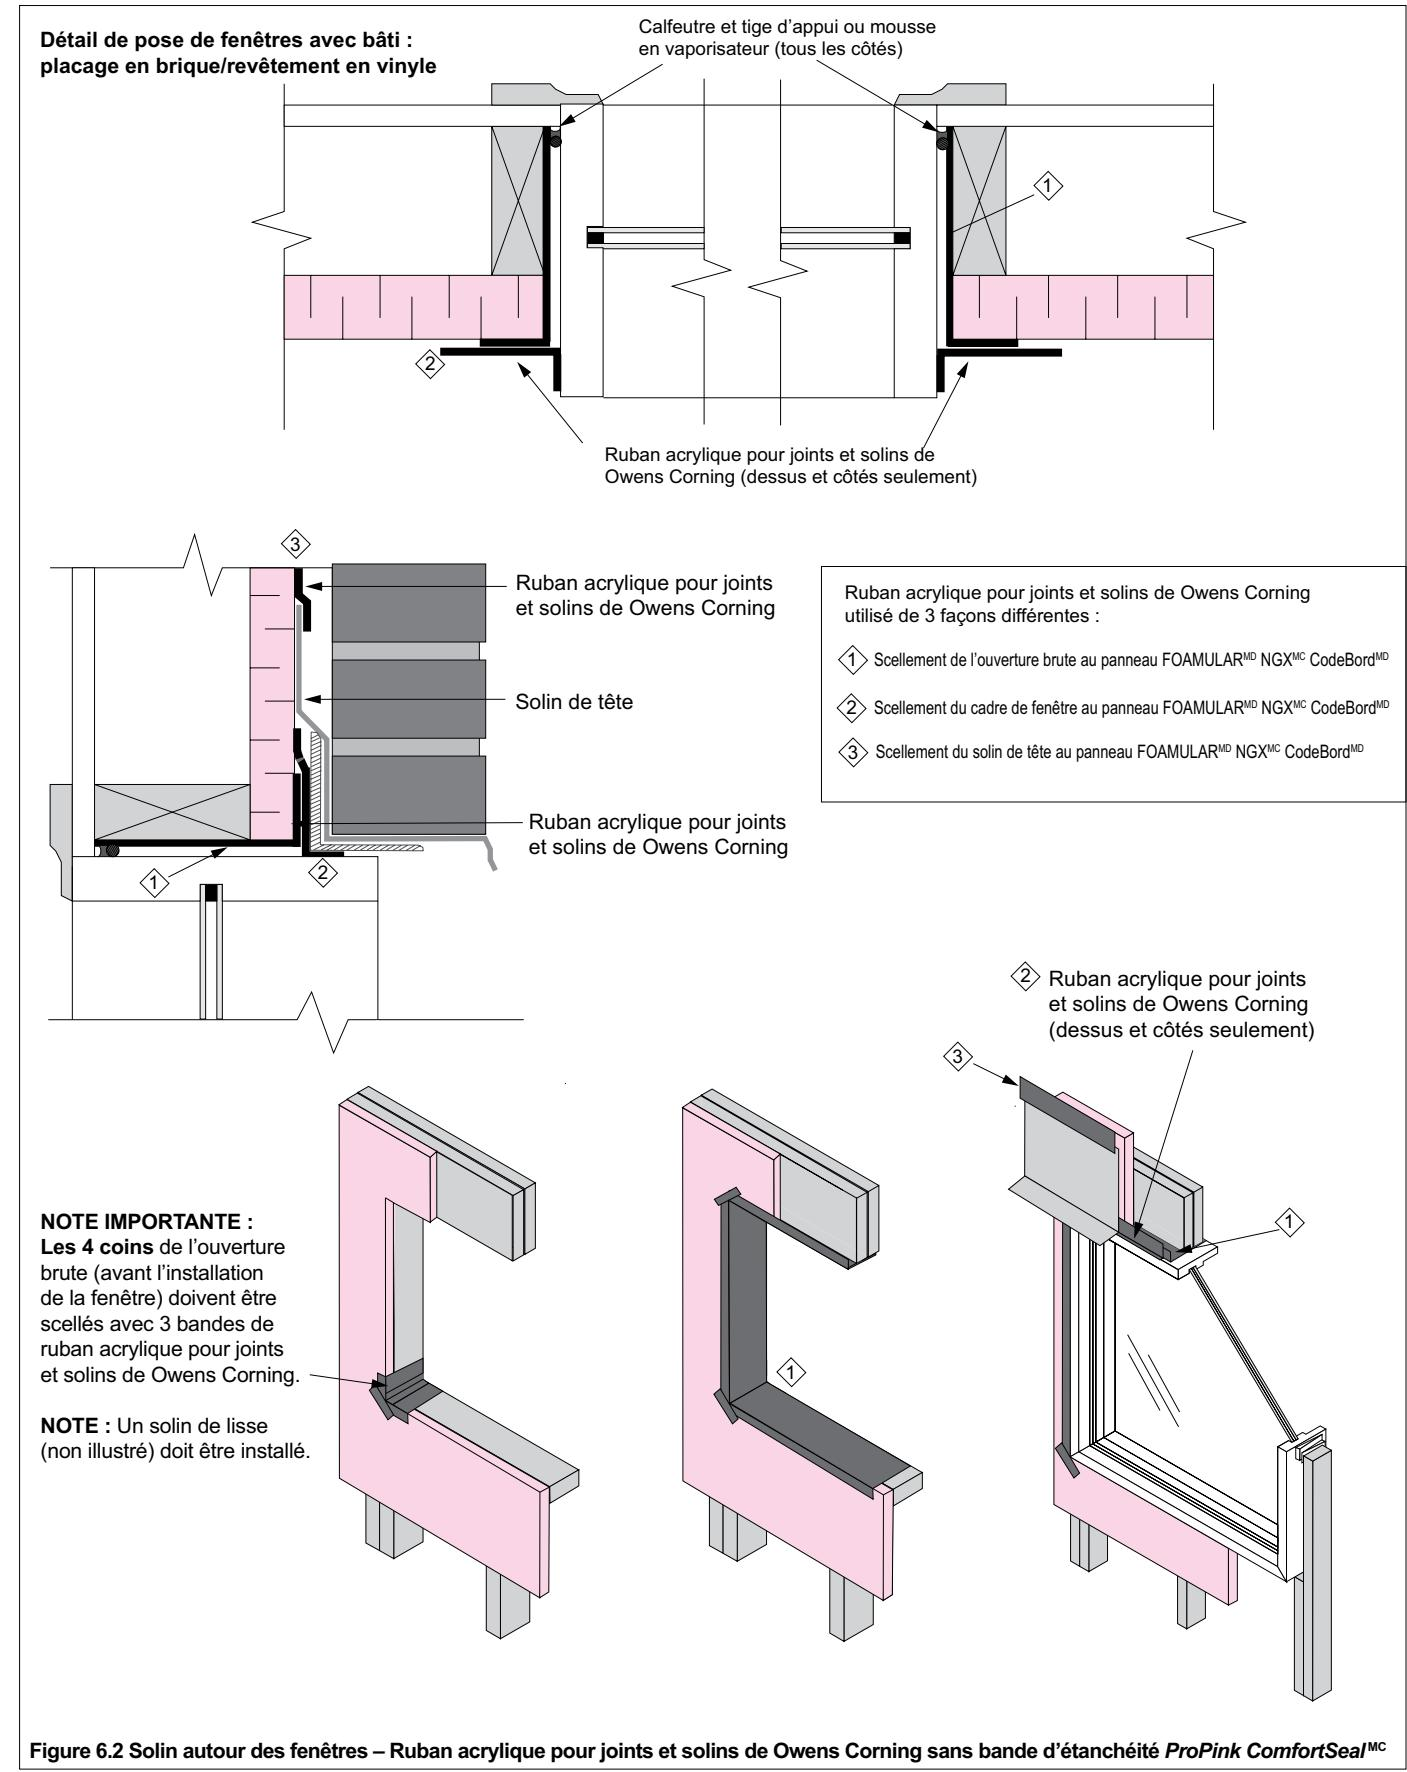
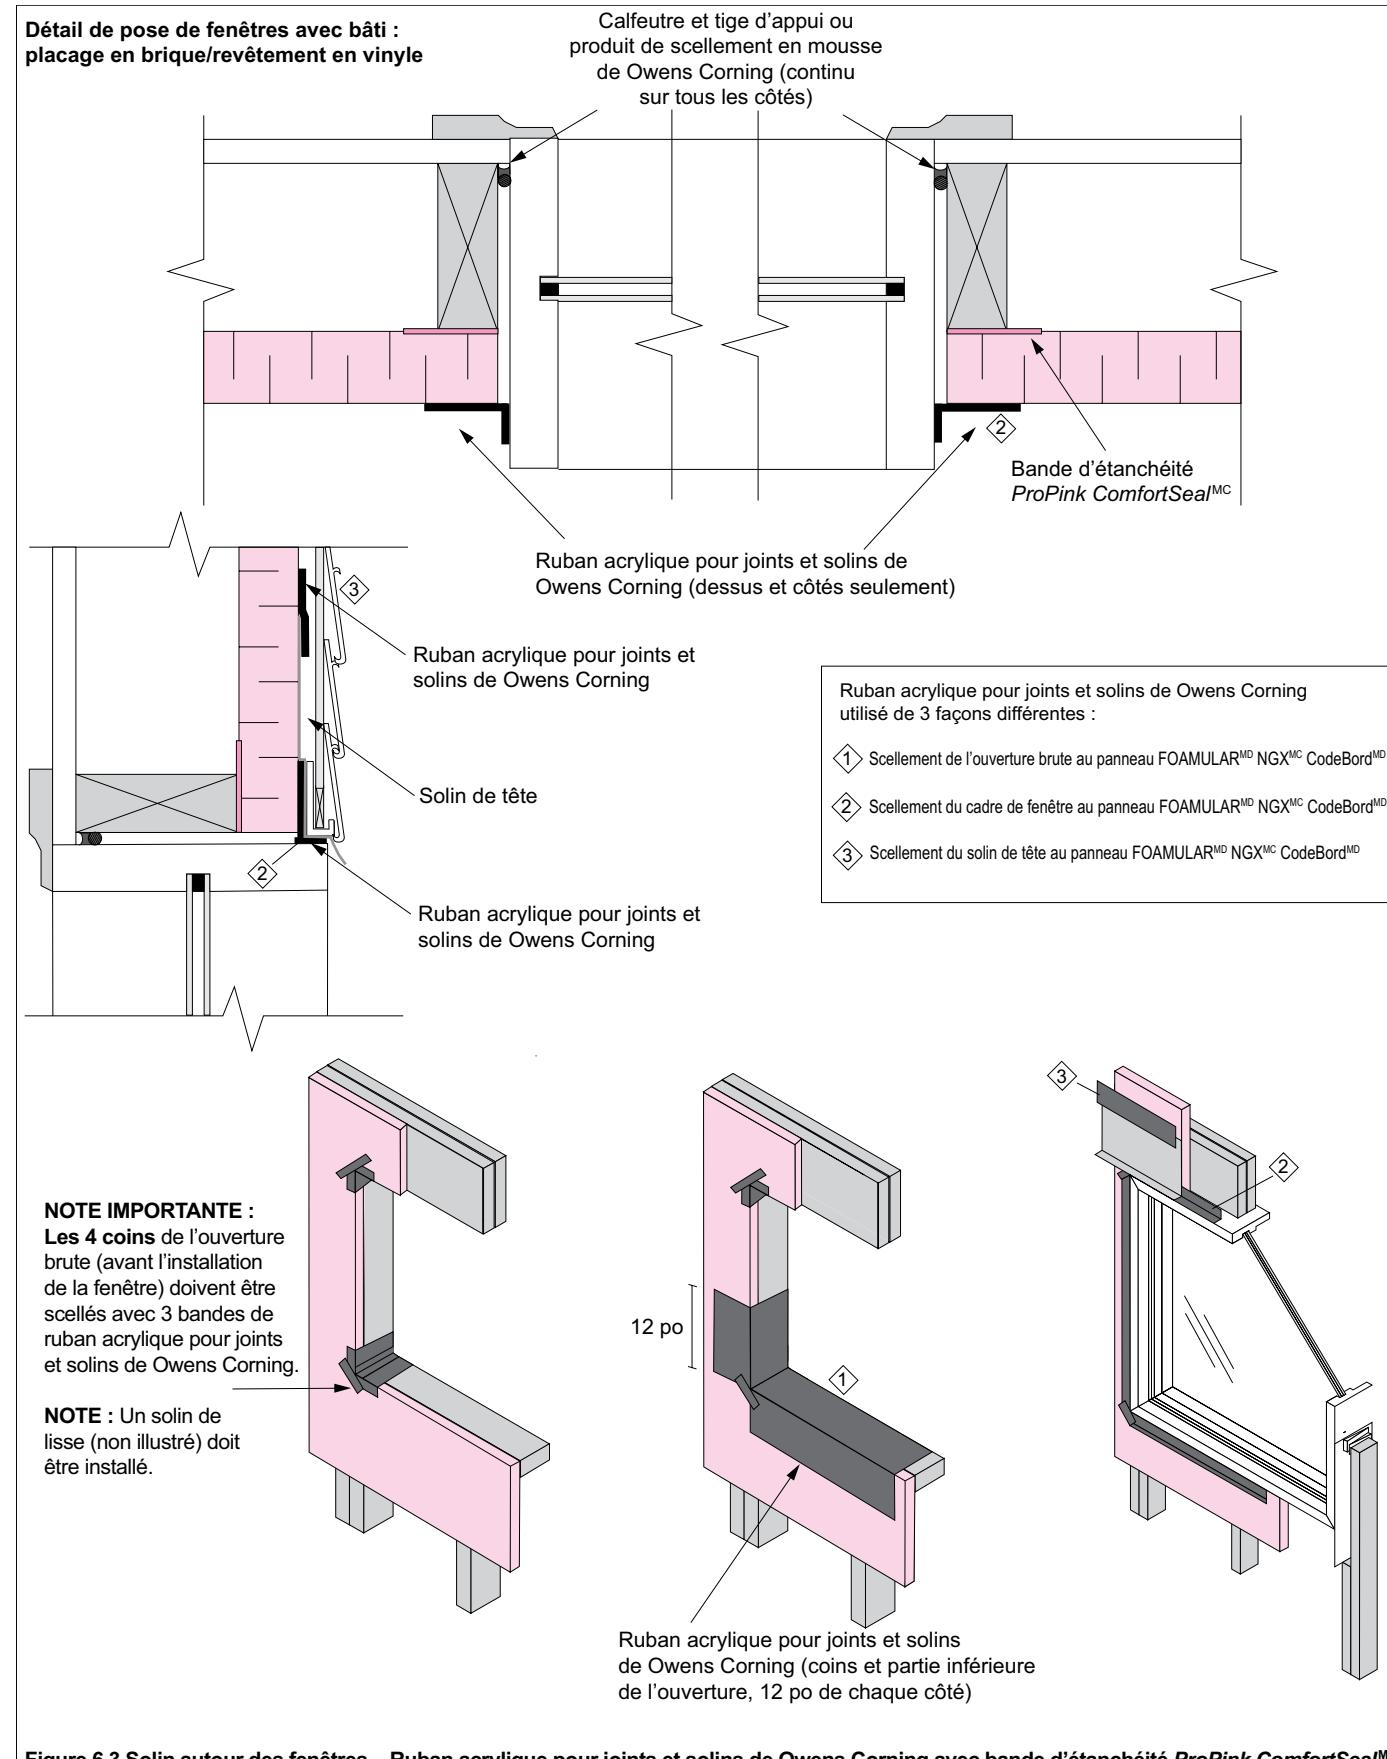

Figure 6.2 Solin autour des fenêtres – Ruban acrylique pour joints et solins de Owens Corning sans bande d'étanchéité ProPink ComfortSealMC
Figure 6.3 Solin autour des fenêtres – Ruban acrylique pour joints et solins de Owens Corning avec bande d'étanchéité ProPink ComfortSeal™
- autour des fenêtres (figure 6.2 ou une méthode modifiée incorporant une bande d'étanchéité et un ruban comme dans les figures 6.3 et 6.4) ; et